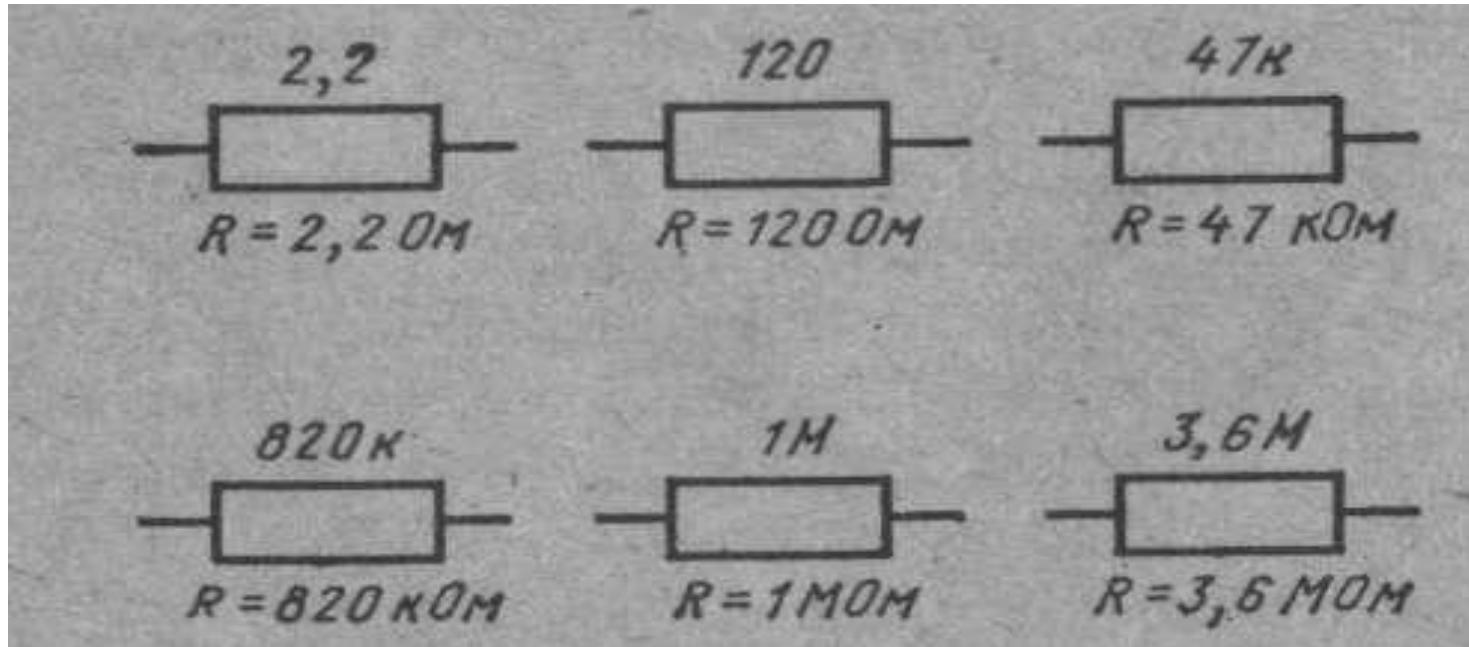

Рис. 4. Обозначение сопротивления для резисторов на схемах.
- На принципиальной схеме **номинальное сопротивление резистора** указывают рядом с условным обозначением (рис. 4). Согласно ГОСТ 2.702—75 сопротивлении от 0 до 999 Ом указывают числом без единицы измерения (2,2; 33, 120...), от 1 до 999 кОм — числом с буквой к (47 к, 220 к, 910к и т. д.), свыше 1 мегома — числом с буквой М (1 М, 3,6М и т. д.).